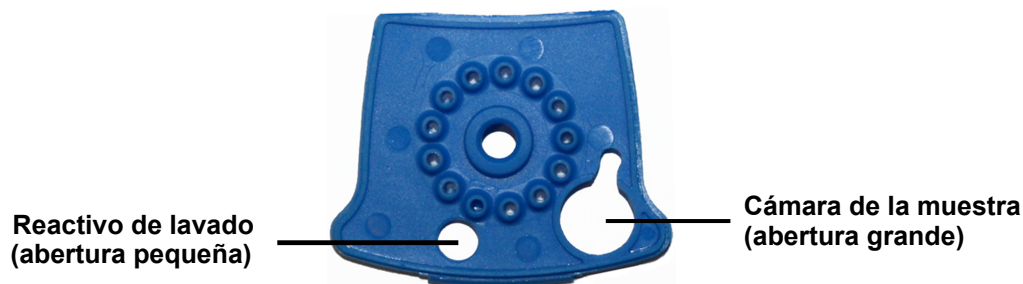

Figura 1. Cartucho de Xpert BCR-ABL Ultra (Vista superior)
- Levante la tapa del cartucho para abrirlo y transfiera el contenido completo de una (1) ampolla de reactivo de lavado a la cámara correspondiente (que tiene la abertura pequeña). Consulte la Figura 1.
- Pipetee todo el contenido de la muestra preparada en la cámara de muestras (abertura grande). Consulte la Figura 1.